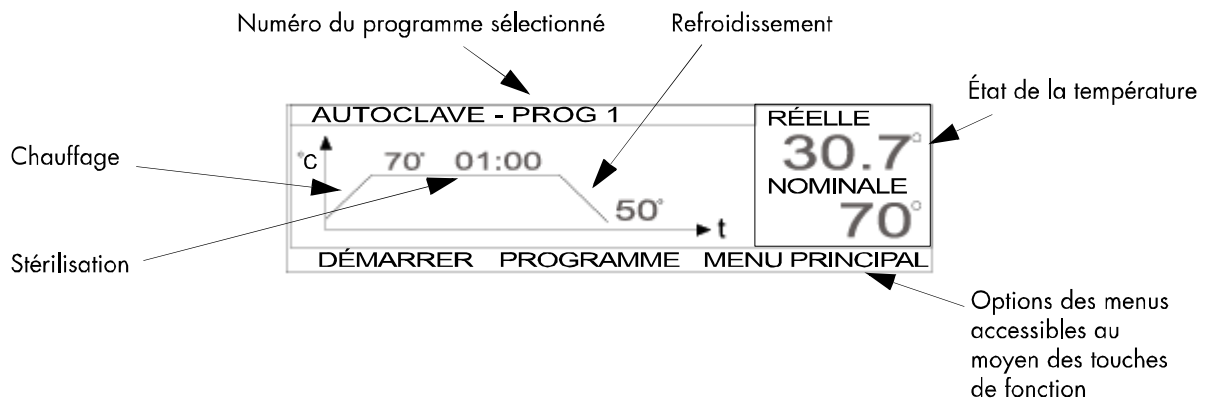

Figure 4.2: l'écran PROG AUTOCLAVE [1]
La figure 4.2 montre la progression du cycle AUTOCLAVE telle qu'elle est représentée sur l'écran PROG
1. Actionner **AUTOCLAVE** dans l'affichage de démarrage (voir paragraphe 3.4.1). L'écran PROG AUTOCLAVE [#] apparaît (voir figure 4.2)